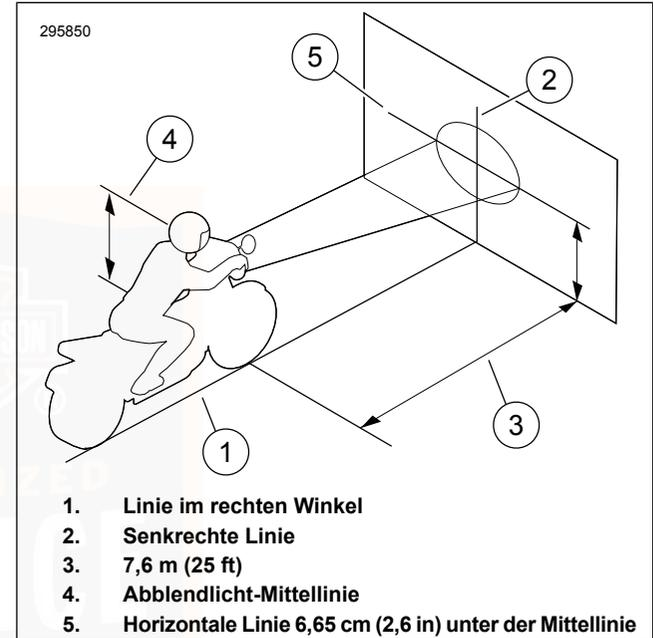

Abbildung 81. Prüfung der Scheinwerferausrichtung
1. Siehe Abbildung 81. Das Motorrad auf einer Linie (1) im rechten Winkel zur Wand parken.